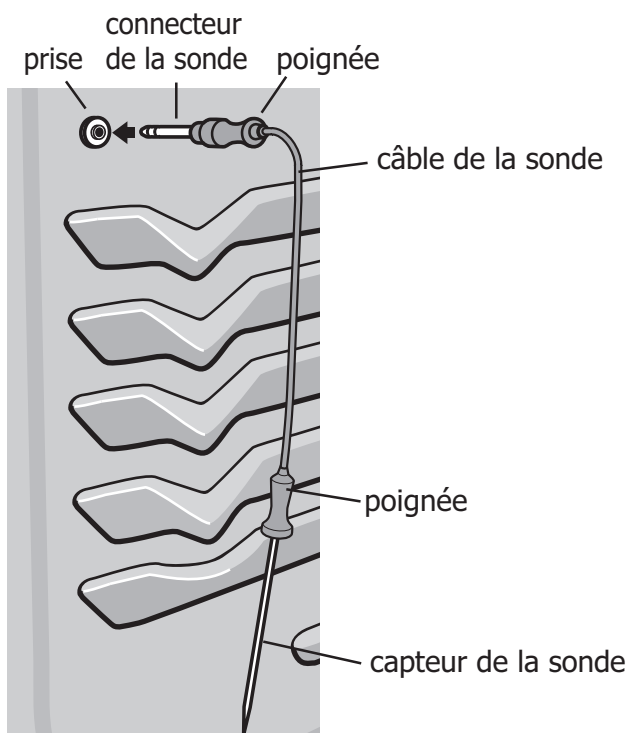

Figure 14 : Utilisation de la sonde
N'utilisez pas d'ustensiles de cuisine pour tirer sur le câble ou les poignées de la sonde. En tout temps, insérez et retirez la sonde à l'aide de ses poignées (voir figure 14) et utilisez toujours des maniques pour vous protéger les mains contre les brûlures.
2. Branchez le connecteur de la sonde dans la prise située à l'intérieur du four (assurez-vous que le four est froid). La prise de la sonde est située dans le coin supérieur gauche de la paroi interne de la cavité du four (voir figure 14).